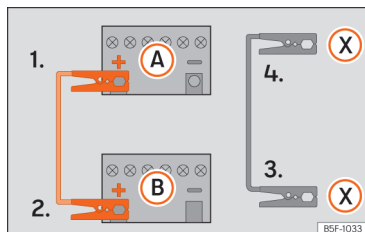

Fig. 10 Esquema de connexió per a vehicles amb sistema Start-Stop.
Els cables d'arrencada només s'hauran de connectar seguint l'ordre **1 > 2 > 3 > 4** »» fig. 10.
Vehicles amb sistema Start-Stop: emborneu un extrem del cable *negre* d'emergència (X) a un terminal de massa adequat, a una peça de metall massissa que vagi caragolada al bloc motor o al mateix bloc motor »» fig. 10.
5. Emborneu l'altre extrem del cable *negre* d'emergència (X) al vehicle amb la bateria descarregada, a una peça de metall massissa que vagi caragolada al bloc motor o al mateix bloc motor però el més allunyat possible de la bateria A.